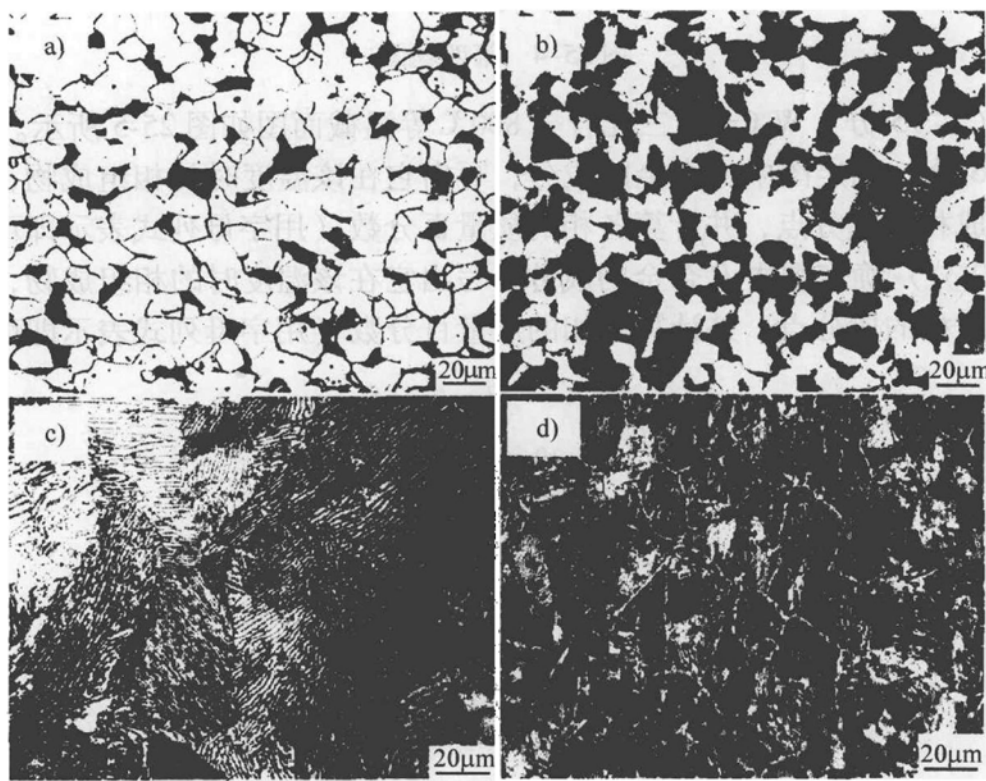

图 25-3 第三题第 4 小题图
4. (8 分) 图 25-3 所示为四种不同碳含量的碳钢的室温平衡组织, 试估计它们各自的碳质量百分数 w_{C} 。